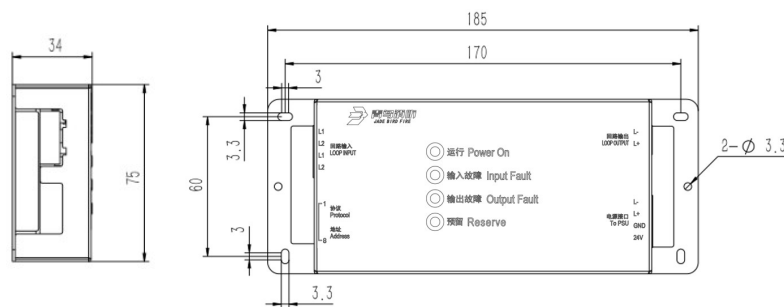

图 1 外形及安装尺寸
- 中继模块固定在模块箱中（使用 M3 螺钉），安装孔距为 170mm×60mm，外形及安装尺寸如图 1 所示（单位 mm）。